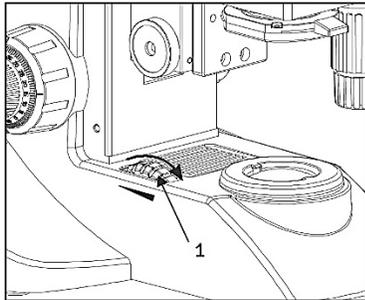

Fig. 16
2. Al girar la perilla de ajuste de intensidad de la luz (Fig. 16) en el sentido de la flecha, aumenta la luminosidad y al girarla en la dirección opuesta disminuye la luminosidad. La barra de intensidad que está junto a la perilla indica la dirección del nivel de intensidad.